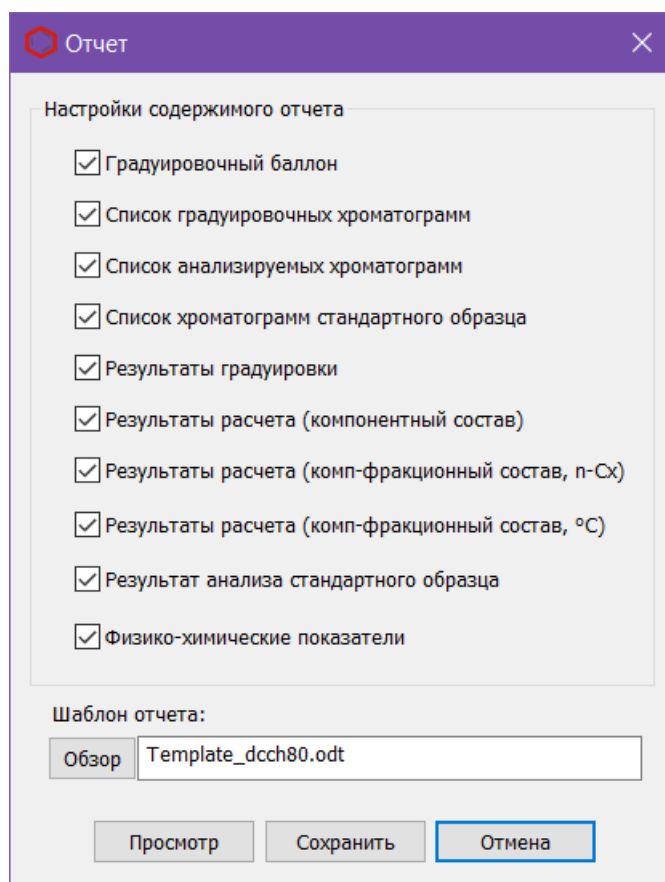

Рис. 4. Настройки отчёта
1. Чтобы сформировать отчёт, в основном окне программы нажмите **Отчёт**. Откроется окно *Отчёт* (Рис. 4).